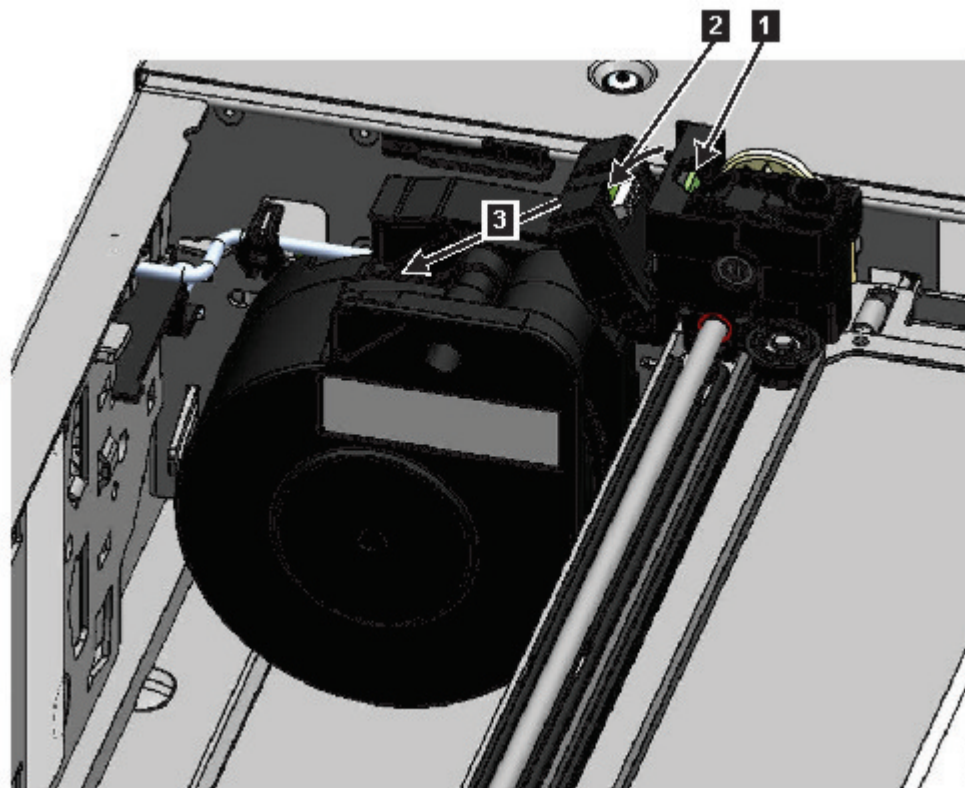

図 73. スプリング・ケーブルのアンロックおよびクレードルへの配置
- アクセサリ上部のスプリング・ケーブルが接続される場所でラッチを押し下げます (1(151 ページの図 73))。スプリング・ケーブルを保持している部品を外側へ傾けます (2)。
8. アクセサリーからスプリング・ケーブルを持ち上げ、スプリング機構の上部にあるクレードルに配置します (3(151 ページの図 73))。